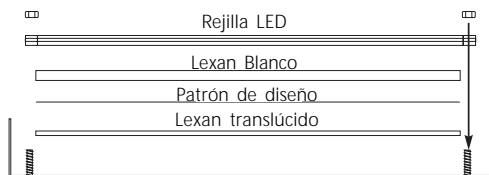

Figura 3. Ensamblaje de las hojas de la pantalla gráfica
3. Coloque el patrón de diseño del mensaje del anunciador (ya sea el patrón de diseño de punto suministrado o su propio patrón de diseño) entre la hoja de lexan translúcido y la hoja blanca de lexan para que el patrón de diseño pueda ser visto a través de la hoja translúcida. (Vea Figura 3 a continuación)